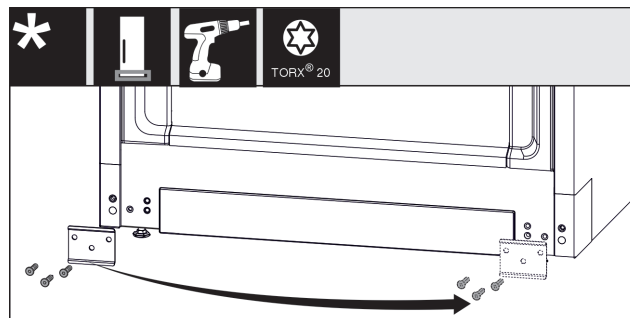

Fig. 12
- ▶ Svitare la lamiera, spostarla sull'altro lato e riavvitarla. Fig. 12 (1)
- ▶ Poggiare nuovamente la copertura sull'altro lato. (1)